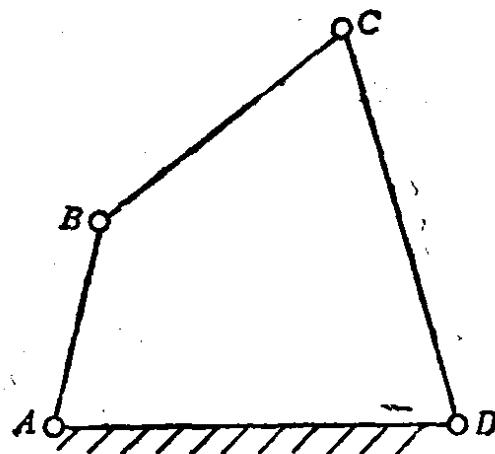

图 1-5
8. 如图1-5所示的铰链四杆机构， AD 杆为机架，其尺寸： $AB = 200\text{mm}$ ， $BC = 300\text{mm}$ ， $CD = AD = 400\text{mm}$ 。试判断此四杆机构属于哪一种基本型式。